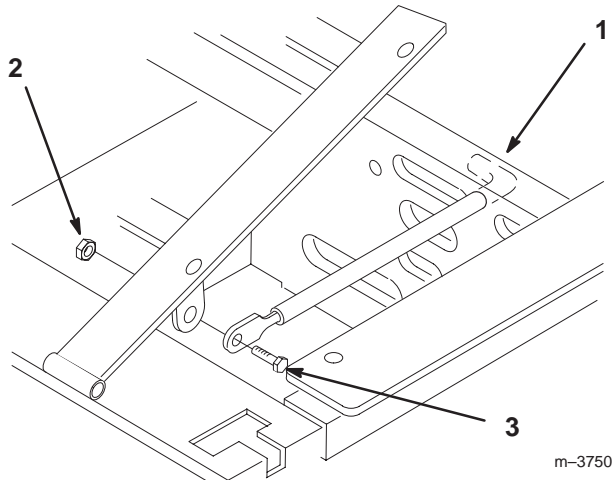

Figure 3
1. Basculez le siège en avant. Enlevez le contre-écrou (5/16") qui est vissé sur le boulon fixant la tige sur l'armature du siège (Fig. 3).
- Retirez la tige de maintien du siège et insérez l'extrémité en "L" dans le trou situé juste au-dessus du côté gauche de la pompe hydraulique (Fig. 3).
- Placez la tige de maintien du siège à l'extérieur de la patte de montage de l'armature du siège et fixez-la en place à l'aide d'un boulon (5/16 x 1") et d'un contre-écrou (5/16") (Fig. 3).